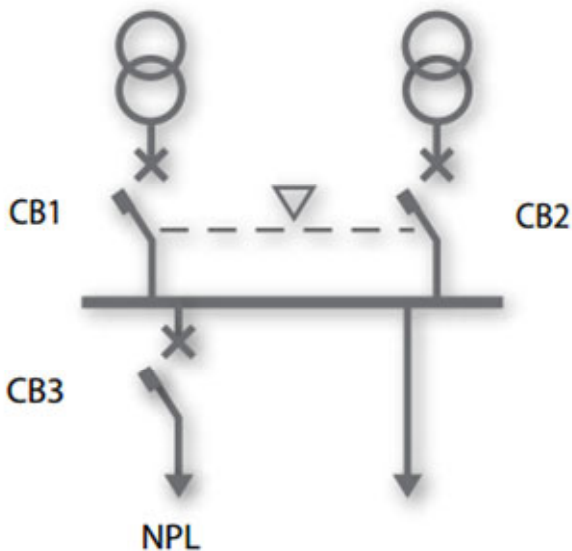

Рисунок 5.4 – Схема застосування 3CBs NPL (CB3 в лінії неперіоритетного навантаження)
- вимикач СВЗ на лінії неперіоритетного навантаження (3CBs NPL) (рис. 5.4,).